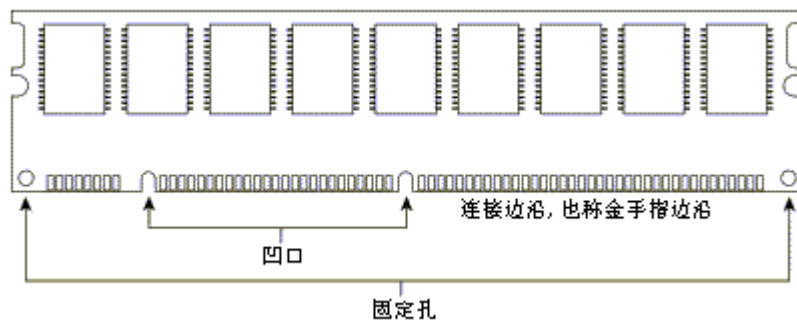

图 5-3 SDRAM 说明图
- (5) 取下原有 SDRAM 条后, 再根据上图 (插/拔 SDRAM 的示意图), 使待插入的 SDRAM 条的金手指边缘朝下, 用两手的食指和拇指, 握住 SDRAM 条的上边沿, 把 SDRAM 条的两个凹口, 参图 5-3 (SDRAM 说明图), 对准 SDRAM DIMM 插槽中的两个凸起, 垂直插入 SDRAM DIMM 插槽;
- (6) 把 SDRAM DIMM 插槽两端的弹簧夹往内合拢, 直到卡住 SDRAM 条 (如插/拔 SDRAM 的示意图箭头 2 所指);
- (7) SDRAM 条安装完毕, 按照“关闭机箱”的步骤装好机箱。